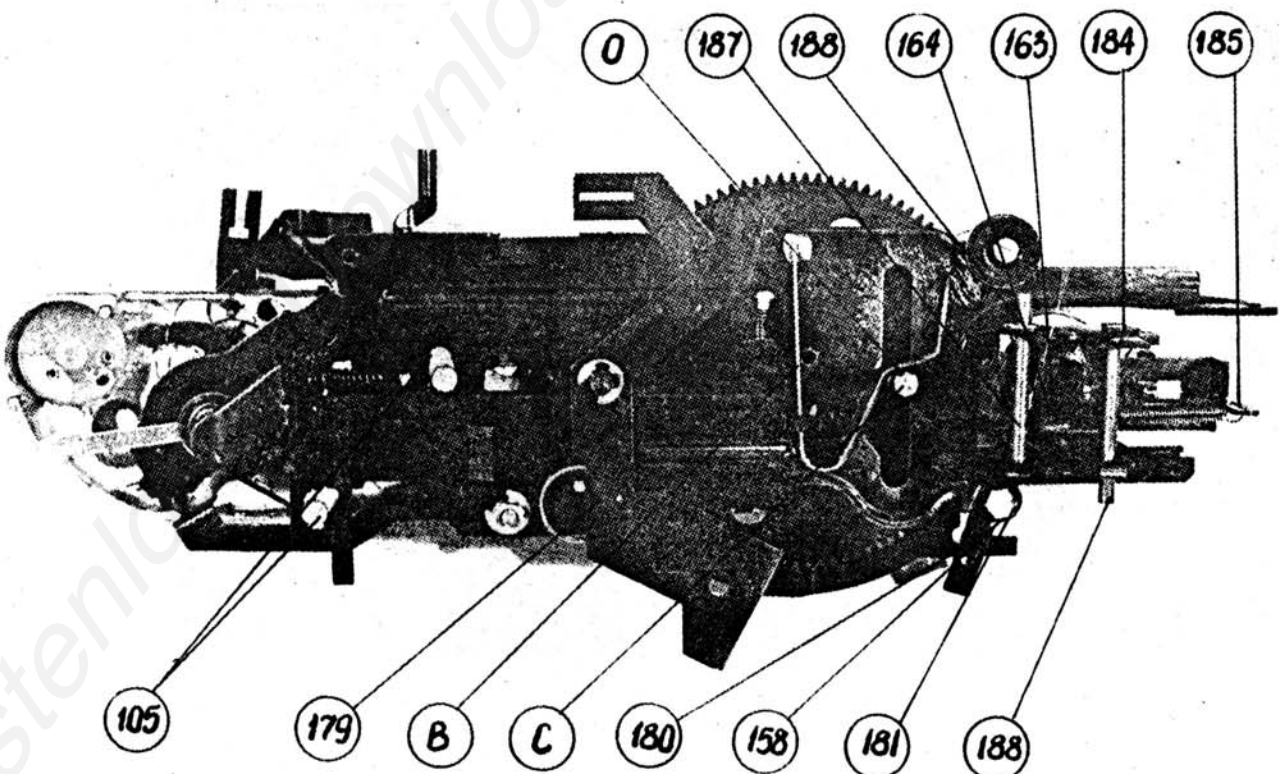

Bild. 28
Ausschalter /130/31/ darf nicht gebogen werden. TA-Einsteller darf auch ausgenommen werden. /140/31/ /Siehe Abb.28,29,30 und 31./
3. Feder "B", die am Gleiter befestigt ist /Abb.32/ darf ein Spiel von 0,3 mm zum Stift "C" /Abb.28,35/ am Zahnrad vollst haben. Spiel wird dann gemessen, wenn Stift im Punkt "O" sich befindet. Wenn das Spiel zu gross ist, erfolgt kein Wechseln. Zu geringer Spiel kann Dauerwechseln verursachen.